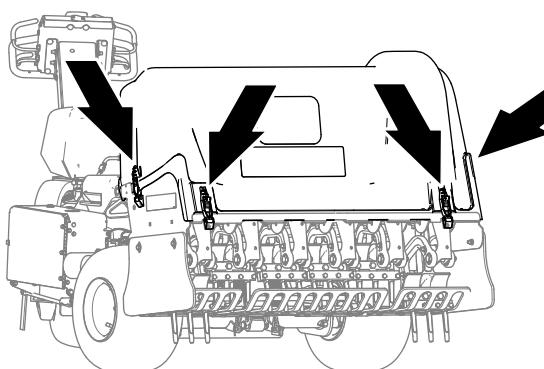
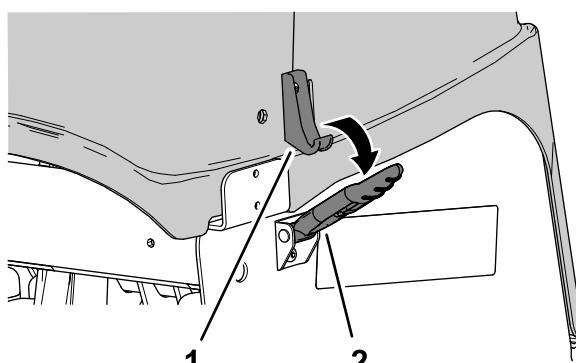

図 137
図 139
4. ラッチ全部で 4 つが操作できるようになったらラッチを解除する図 137と図 139。